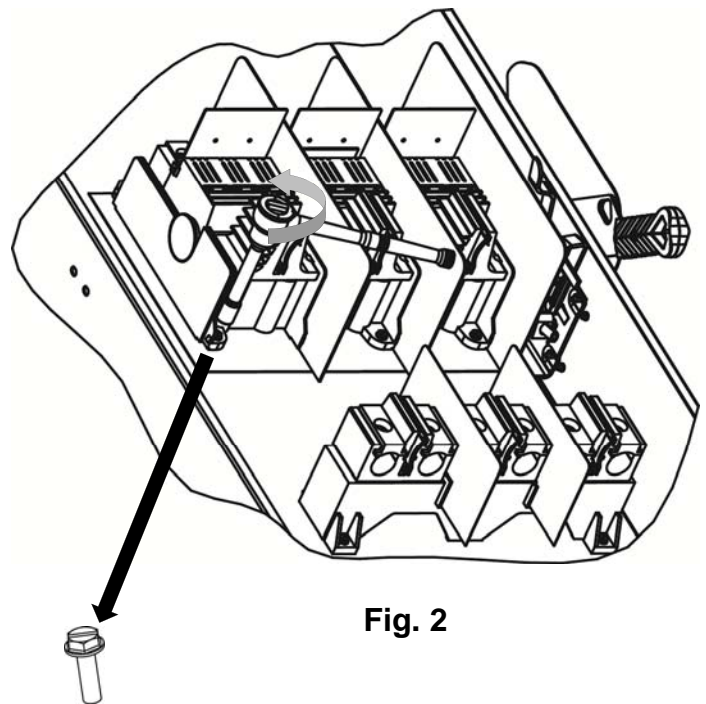

Fig. 2
2. Enlever les vis de montage de la base de ligne, tel qu'illustré à la Fig. 2.